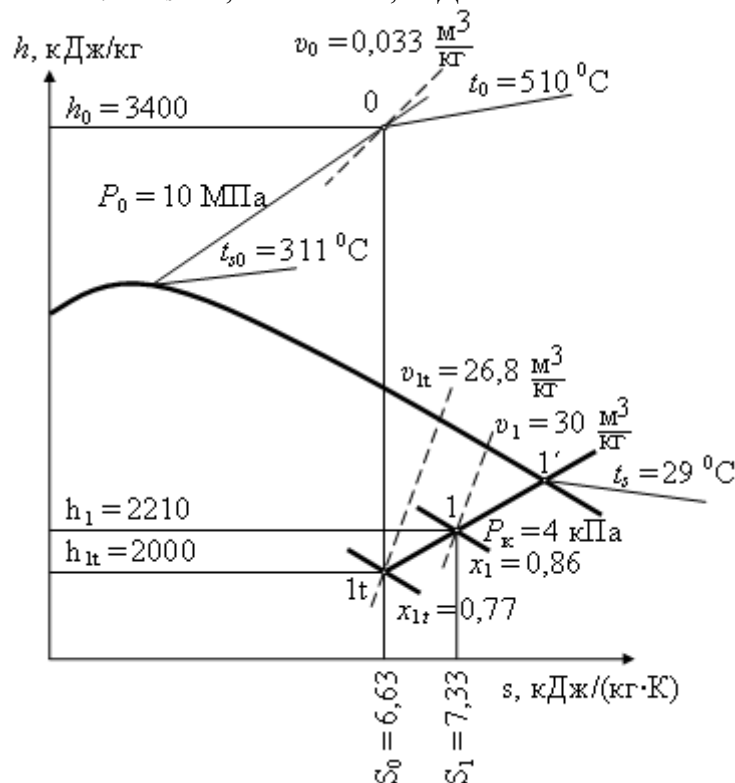

Рис. 4.1. Определение параметров состояния пара по h, s - диаграмме
1. По известным p_0 и t_0 по h, s -диаграмме или по таблицам термодинамических свойств воды и водяного пара находятся параметры состояния пара в начальной точке 0 (рис. 4.1): $h_0 = 3400$ кДж/кг, $v_0 = 0,033$ м³/кг, $s_0 = 6,63$ кДж/(кг·К), $t_{s0} = 311$ °С. (Таблицы термодинамических свойств воды и водяного пара и h, s -диаграмму в электронном виде выдает преподаватель).